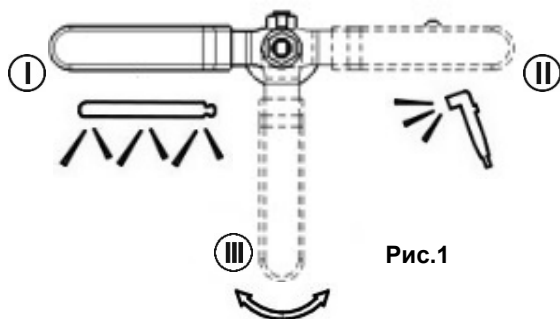

Рис.1
РУЧНОЕ ПЕРЕКЛЮЧЕНИЕ РЕЖИМОВ ВЫМЫВАНИЯ ВОСКА с помощью шарового крана (4), имеет три положения, рис.1: